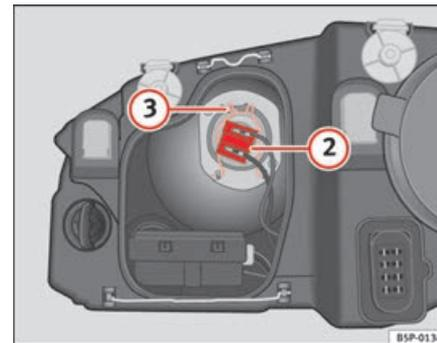

Fig. 189 Feux de croisement
- Retirez le connecteur ⇒ page 271, fig. 189 ② de la lampe.
- Décrochez le ressort entrebâilleur ⇒ page 271, fig. 189 ③ en le pressant vers l'intérieur et vers la droite.